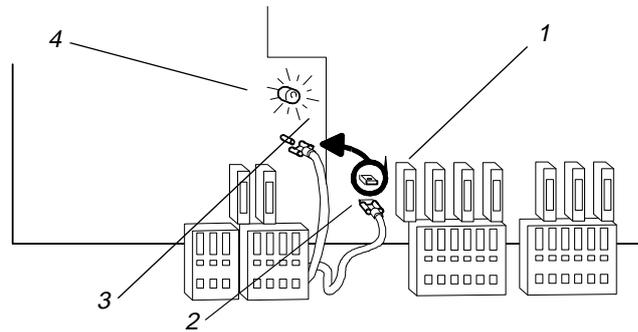

Figura 9-2 Controlo de polaridade
- 6 Cheque a polaridade (veja *Figura 9-2*):
- Conecte o terminal do cabo retirado para testar o pin (3). O LED (4) acende se a polaridade estiver correcta
- Conecte o cabo(+) (2) de volta ao (+)-pin.